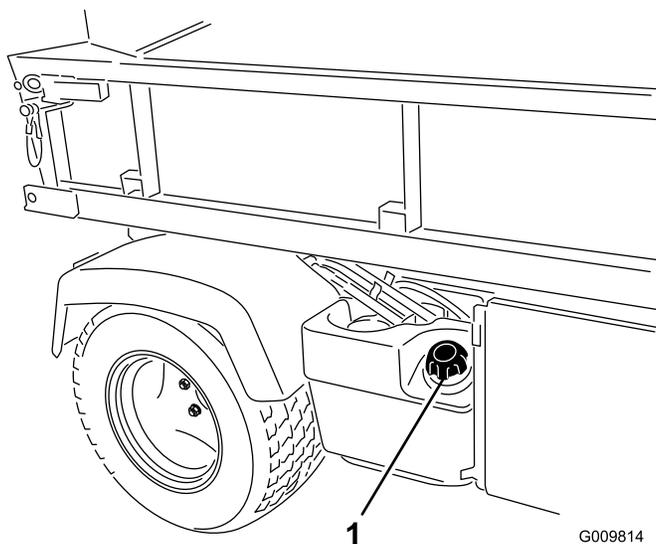

Figure 28
1. Nettoyez la surface autour du bouchon du réservoir de carburant (Figure 28).
2. Enlevez le bouchon du réservoir de carburant (Figure 28).